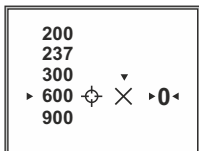

Fig.7
- Cinq distances – c'est la quantité maximale de distances mémorisées pour un tir de réglage (fig.7).
- Afin de supprimer la valeur de distance, sélectionnez l'élément (voir la fig.7). Appuyez sur le bouton de commande pour supprimer. Au cas où vous réaliser un tir de réglage pour la première fois, la première distance sélectionnée devient la distance de référence, désignée par le symbole **0**.